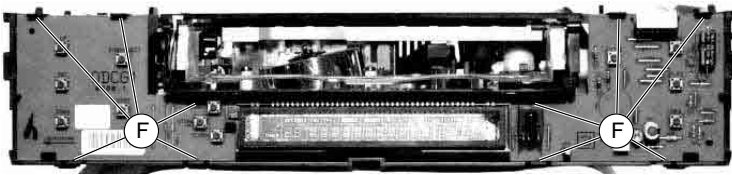

Fig. 5
- Rastnasen (F) lösen (Fig. 5).
- Release the locking lugs (F) (Fig. 5).